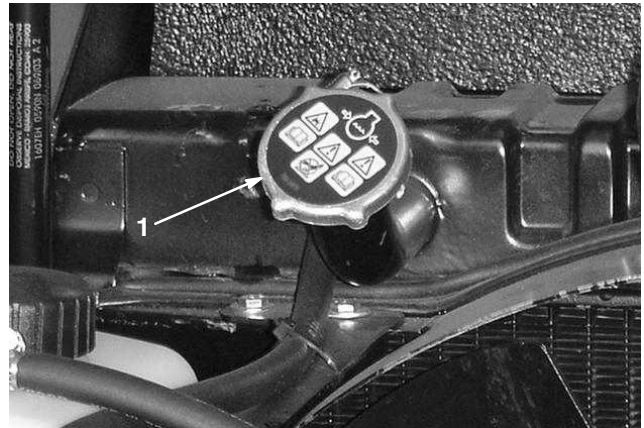

Figure 8
5. Si vous ajoutez de grandes quantités de solution, retirez le bouchon de radiateur (Fig. 8) et remplissez-le jusqu'à ce que le niveau du liquide de refroidissement dépasse le faisceau du radiateur et arrive à environ 25 mm en dessous de la base du goulot de remplissage.